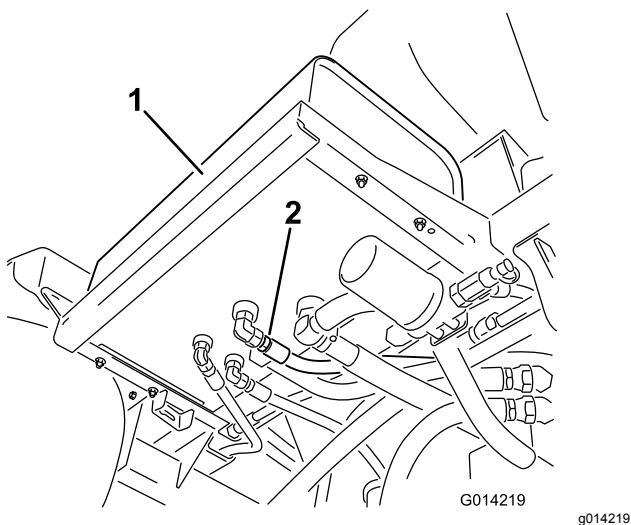

图62
2. 清洁液压油箱底部的液压软管接头周围的区域 (图62)。
4. 从油箱上拆下软管接头、将油排放到盘中 图62。